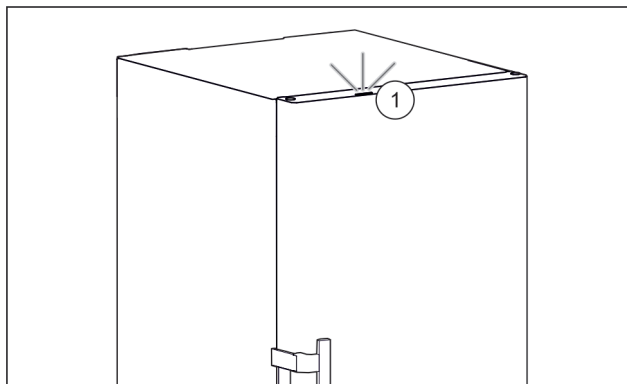

Fig. 90 Активная лампа статуса при закрытой двери
- ▷ Лампа статуса Fig. 90 (1) активирована.